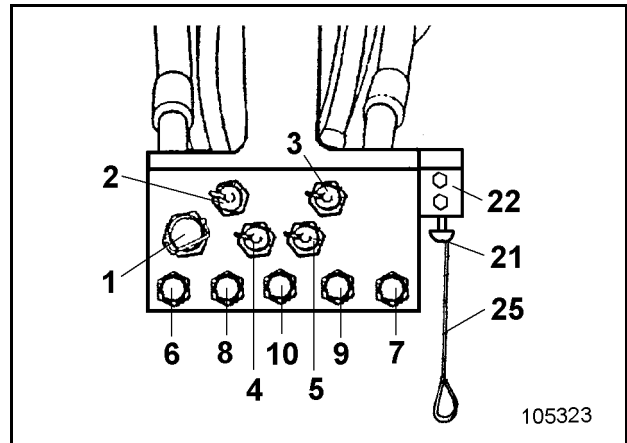

Fig. 3-49:
- Kraftstoff kann auch über die Service-Station (1, Fig. 3-49:) für beide Kraftstofftanks eingefüllt werden.